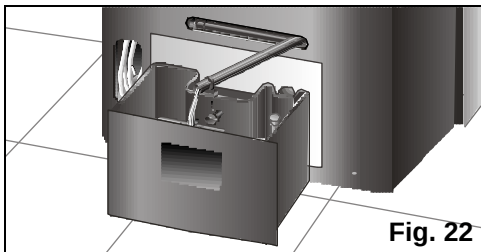

Fig. 22
- ❑ Antes, vaciar el agua de condensación que se encuentra en el depósito interno sacando de su alojamiento el tubo evacuación de agua y desmontando el tapón, **Fig. 22**, para evacuar el agua generada. Para ello deberá situar un recipiente (o el depósito extraíble del equipo) a la salida del tubo evacuación de agua donde recoger el agua condensada o dirigir dicho tubo hacia un desagüe próximo. Una vez vaciado el depósito, no olvide colocar tapón y tubo en su alojamiento.